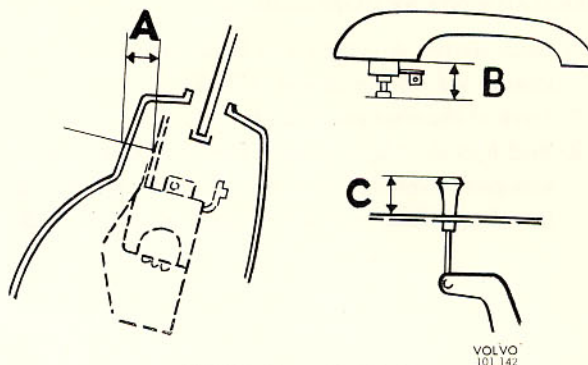

Bild 28. Justermått för lås
2. Justera mått A, bild 28, till $17 \pm 0,5$ mm genom att vrida låset. Drag fast låset hårt. Om vridning av låset ej är tillräckligt för att hålla rätt mått A, får sedan låset fastskruvas så nära A som möjligt, resterande justering göres genom att hävarmen (5) böjes. Mått A måste hållas inom givna toleranser.
3. Avståndskontroll (13) med isatt saxpinne (12) skjutes bakåt så att hävarm (10) stoppar mot låset (11). I detta läge fastskruvas avståndskontrollen. Tag bort saxpinnen (12).
4. Montera hävarm (17) och förbind länk (16) med hävarm (7).
5. Ställ hävarm (7) i låsläge dvs. bakåt mot låset och hävarmen (14) i spärrläge bakåt. Kontrollera i kontrollhål (12) att hävarmen går helt i spärrläge. I detta läge låses hävarm (14) till länk (16) med skruvar vid (15). Kontrollera att länk (16) ej glider mot dörrens innerplåt. Den får ej heller böjas ut så mycket att den går mot inre prydnadslistens skruvar.
1. Kontrollera mått B, bild 28 = 15 ± 1 mm. Justera om erforderligt. Drag låsmuttern (2) på skruv (3), bild 26.
2. Montera ytterhandtag (1) med påmonterad länk (6).
3. Förbind länk (6) med hävarm (14). Härvid göres justeringen genom att ett av de tre hålen på länken väljes så att urtag och hål på ytterhandtag överensstämmer. Överensstämmelsen kontrolleras genom att en sprint (4) stickes in i hålet på ytterhandtaget enligt bild. Överensstämmelse skall föreligga då tryckknappen (15) är nedtryckt dvs. hävarm (7) är nedtryckt och hävarm (8) är förd bakåt mot låset.
3. Förbind länk (6) med hävarm (14). Hävarmen i handtaget ställs i sådant läge att en sprint (4) (3 mm) kan stickas in i hålet på handtaget. Justeringen utföres genom att länken skruvas upp eller ner så att länkens ögla (6) stämmer med hävarmen (14) på låset.
1. Kontrollera mått B, bild 28 = 15 ± 1 mm. Justera om erforderligt. Drag låsmuttern (2) på skruv (3), bild 27.
3. Förbind länk (6) med hävarm (8). Hävarmen i handtaget ställs i sådant läge att en sprint (4) (3 mm) kan stickas in i hålet på handtaget. Justeringen utföres genom att länken skruvas upp eller ner så att länkens ögla (6) stämmer med hävarmen (8) på låset.
Mått C bild 28 skall med låsknappen i nedtryckt läge vara 12 ± 1 mm på såväl fram- som bakdörr.